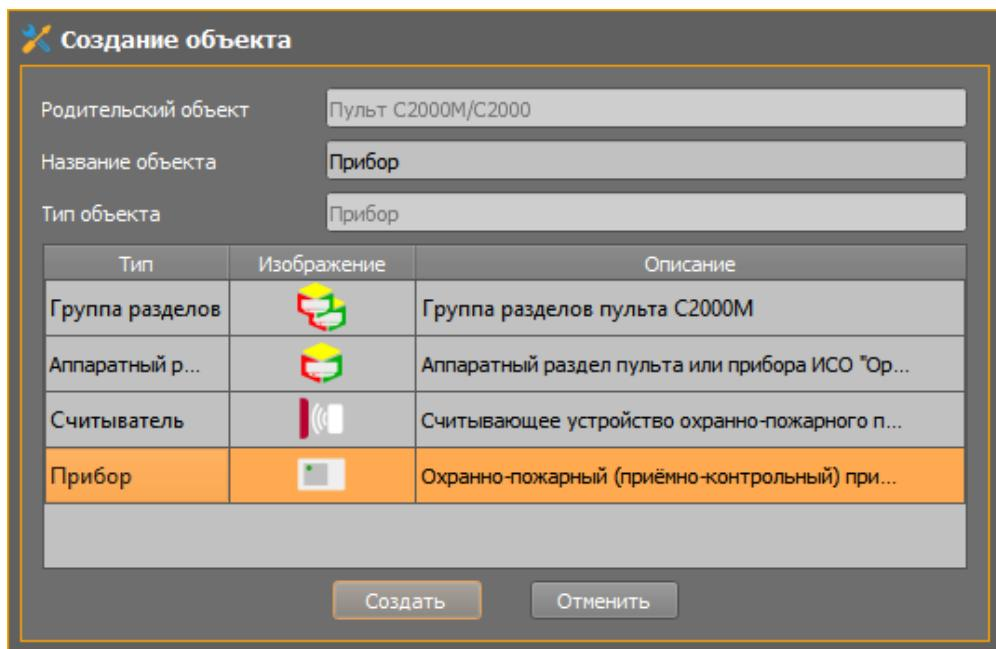

Рисунок 2-24. Создание прибора под объектом «Пульт С2000М»
- Для создания объекта «Прибор» вызовите контекстное меню и выберите пункт «Создать дочерний элемент», в появившемся окне тип объекта – «Прибор» и нажмите кнопку «Создать» (Рисунок 2-24).